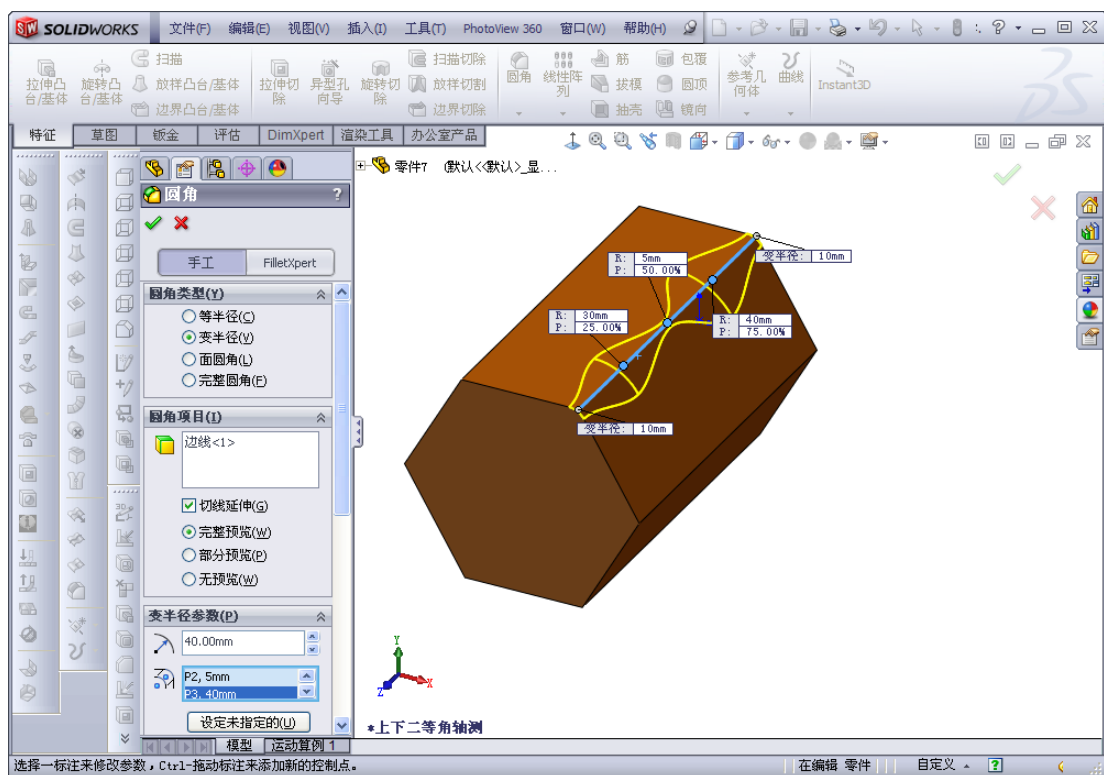

图 6-12 默认的变半径控制点
(1) 单击“特征”工具栏中的 (圆角) 按钮, 或选择菜单栏中的“插入”→“特征”→“圆角”命令。
(2) 在弹出的“圆角”属性管理器的“圆角类型”选项组中, 点选“变半径”单选钮。
(3) 单击 (边线、面、特征、环) 图标右侧的列表框, 然后在右侧的图形区中选择要进行变半径圆角处理的边线。此时, 在右侧的图形区中系统会默认使用 3 个变半径控制点, 分别位于沿边线 25%、50% 和 75% 的等距离处, 如图 6-12 所示。
(4) 在“变半径参数”选项组 图标右侧的下拉列表框中选择变半径控制点, 然后在 (半径) 文本框中输入圆角半径值。如果要更改变半径控制点的位置, 可以通过光标拖动控制点到新的位置。
(5) 如果要改变控制点的数量, 可以在 图标右侧的文本框中设置控制点的数量。
(6) 选择过渡类型。
(7) 圆角属性设置完毕, 单击 (确定) 按钮, 生成变半径圆角特征。